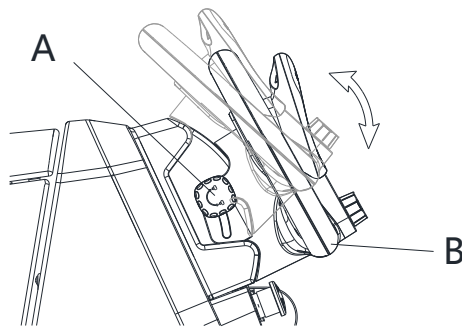

Figure 8
- Dévisser le bouton de verrouillage de la poignée (5) jusqu'à ce que le guidon (B, Fig. 8) puisse être déplacé.
- Régler à l'angle de fonctionnement et verrouiller par le bouton de verrouillage de la poignée (A).